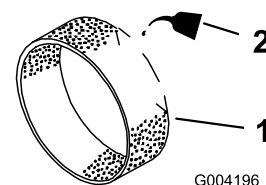

Bild 145
3. Tragen Sie 3 bis 6 cl des Öls auf den Vorfilter auf (Bild 145).